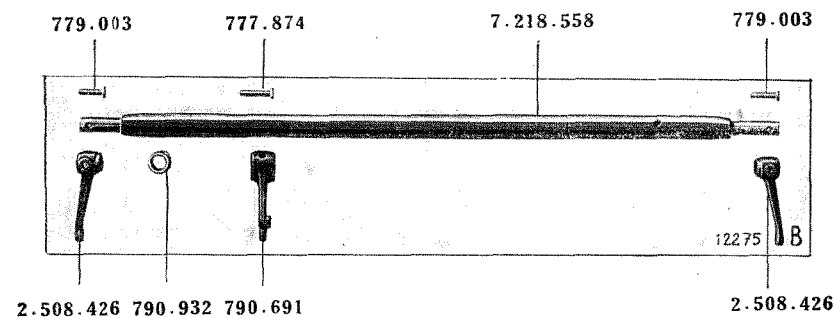

FIG. 56. — Relais de frein avant.
- X.790.932 — Coussinet d'axe de relais de frein. (Voir fig. 56 et 57.) 4